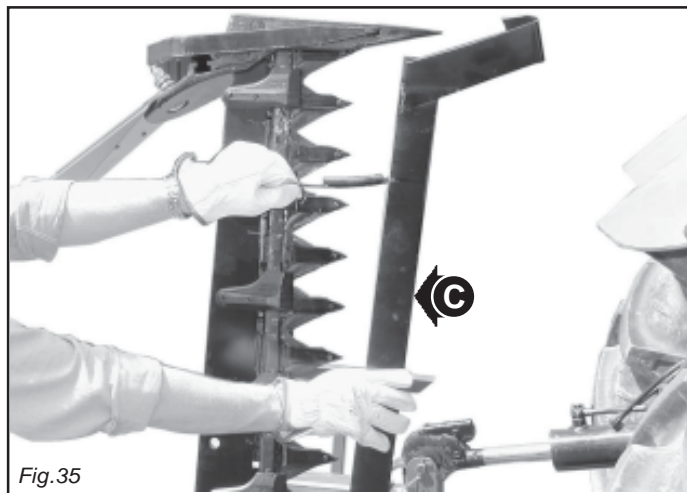

Fig. 35
- Inserire la protezione alle lame taglienti e alla scarpa esterna (C, Fig. 35).